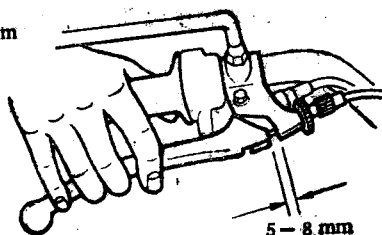

图 1-3
(7)检查前制动握把自由间隙，通常为5~8mm，如图1-3所示。